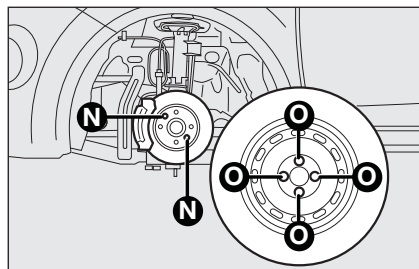

fig. 7
- ☐ monter la roue galette en faisant coïncider l'axe **N**-fig. 7 avec l'un des orifices **O** se trouvant sur la roue ;